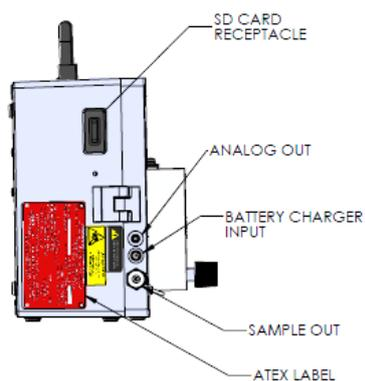

Abbildung 24. Batterie-Ladeeingang
3. Verbinden Sie die Buchse mit dem Ladeanschluss Ihres Analysegerätes, der sich unten befindet, wie in Abbildung 24 dargestellt